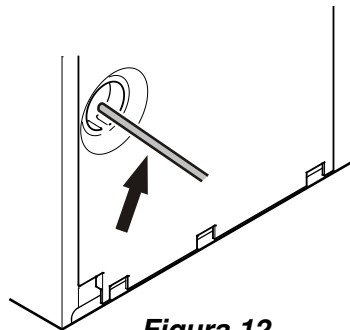

Figura 12
2. Inserte la línea de suministro de agua en su abertura en la parte trasera del aparato (Figura 12).